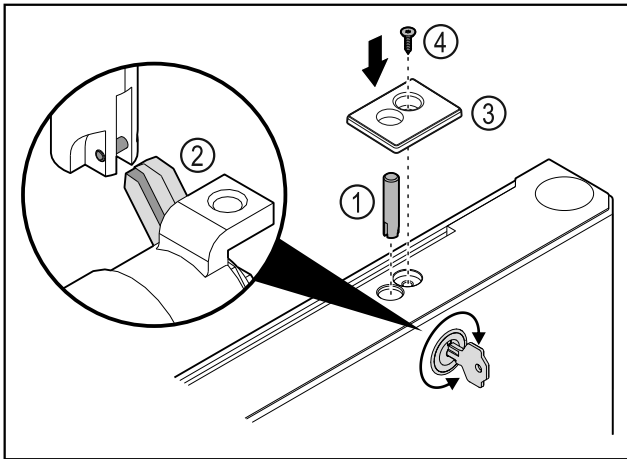

Fig. 47
- ▶ Įstatykite užrakto kaištį Fig. 47 (1).
- ▶ Šiek tiek pasukite užraktą, kad užrakto kaištis Fig. 47 (2) užsifikuotų užrakto plyšyje.
- ▶ Įstatykite dengiamąją plokštelę Fig. 47 (3).
- ▶ Įstatykite varžtą Fig. 47 (4).